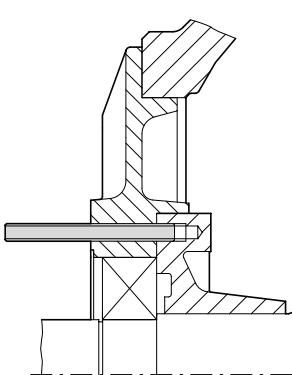

Abbildung 30: Gewindegelenkbolzen einschrauben
- Zur Montageerleichterung schrauben Sie einen Gewindegelenkbolzen in eines der Gewindesacklöcher der inneren Lagerdeckel ein (→ Abb. 30).
① Fettkanal
- Vor Entfernen des Gewindegelenkbolzens (→ Abb. 30) schrauben Sie mindestens eine Lagerdeckelbefestigungsschraube ein.